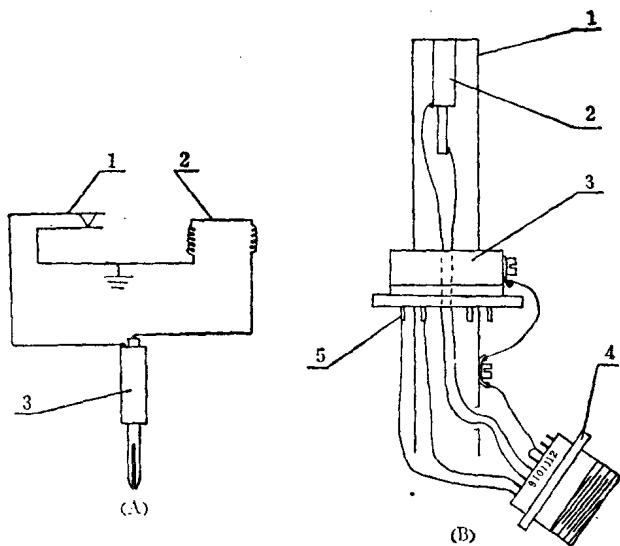

图 7
感应器出故障的机会还是比较多的，弄清感应器的接线，对于检修工作来说，是非常必要的。如前所述，感应器是由风速表和风向标两部分组成，这两部分的接线见图 7。图 7 (A) 是风速表的接线，图 7 (B) 是风向标的接线。
从图 7 (A) 可见，风速接点 1 和定子线圈 2 都有一根线接地。这里所说的接“地”，就是接机壳。接点 1 的另一根线，接同心插头 3 的粗的部分；而定子线圈的另一根线，则接同
见图 7 (B), 风向标主轴 1 上, 装有风向接触器 3。在轴 1 的顶端, 装有同心插座 2。同心插座 2 也分粗细两部分, 而且彼此绝缘。4 是感应器上的 12 芯插座, 5 是方位铜块的焊脚 (应该有 8 个, 图中只画 4 个)。从图 7 (B) 可见, 同心插座的粗的部分和细的部分各引一根线, 从空心轴里拉出来, 接到 12 芯插座上, 粗的接 9, 细的接 10。风向接触器的外环用一段导线与轴相连, 然后接到 12 芯插座的 12 上, 12 与 11 又连接起来。12 芯插座除去 9、10、11、12 四个头子外, 还有 8 个头子, 就接 8 个方位铜块 (图中只画了两根线)。
安装时，图 7 (A) 的同心插头 3，就插在图 7 (B) 的同心插座 2 里面。可见，风速接点的一根线，通过同心插头座接到 12 芯插座的 9。而定子线圈的一根线，通过同心插头座接到 12 芯插座的 10。它们接地的线，就通过风速表外壳到图 7 (B) 中的主轴 1，如前所述再由轴 1 引到 12 芯插座的 11、12。所以，11、12 和感应器外壳也是相通的。